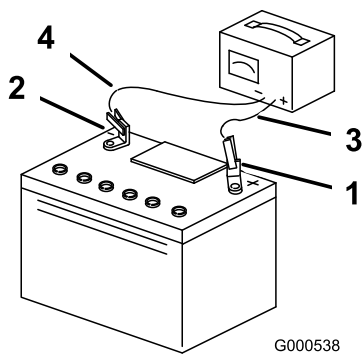

Figura 28
3. Quando a bateria estiver totalmente carregada, desligue o carregador da tomada elétrica e em seguida desligue os cabos do carregador dos polos da bateria (Figura 28).